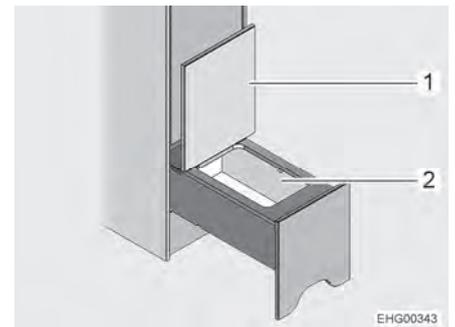

Bild 84 Staufach
- Deckel (Bild 84,1) nach oben klappen. Staufach (Bild 84,2) ist zugänglich.